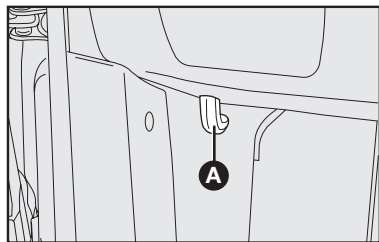

fig. 98
- 1) Tire de la palanca **A-fig. 98**.